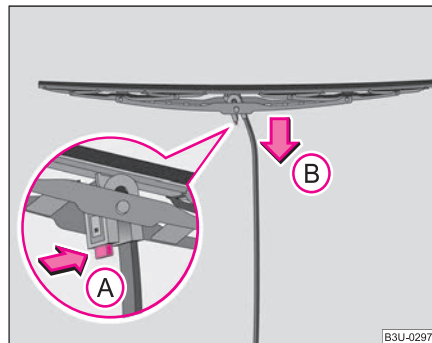

Fig. 51 Lamela ștergătorului de parbriz
- Ridicați brațul ștergătorului de pe lunetă și poziționați lamela astfel încât să formeze un unghi drept cu brațul ștergătorului ⇒ fig. 51.
- Apăsați arcul de siguranță în sensul săgeții ① și apăsați concomitent lamela în sensul săgeții ② ⇒ ⚠.